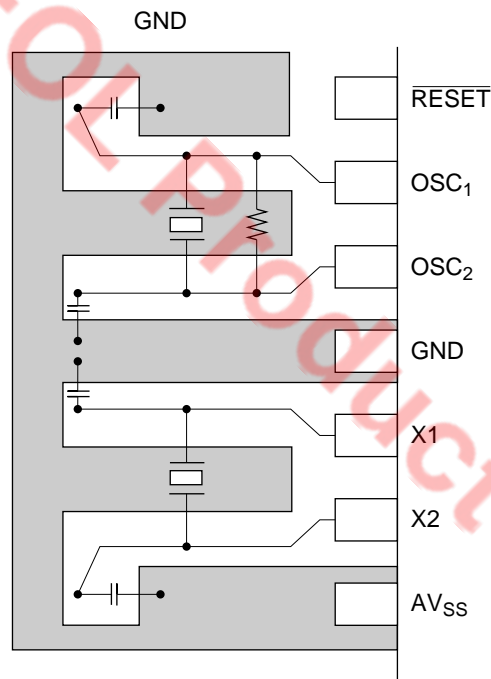

図14.2 水晶、セラミック発振子の配置例
- (1) 水晶発振子またはセラミック発振子を接続する場合、回路定数は発振子、実装回路の浮遊容量などにより異なるため、水晶発振子メーカ、セラミック発振子メーカと十分相談した上で決定してください。
- (2) OSC1、OSC2端子（X1、X2端子）と外付け部品（発振子、負荷容量）との配線は、極力短くし、他の配線がこれらの配線と交差しないようにしてください（図14.2参照）。配線が交差すると誘導により正しい発振ができなくなる場合があります。
- (3) サブシステムクロック（32.768kHz発振器）を使用しない場合は、X1端子をGNDに固定し、X2端子は開放にしてください。